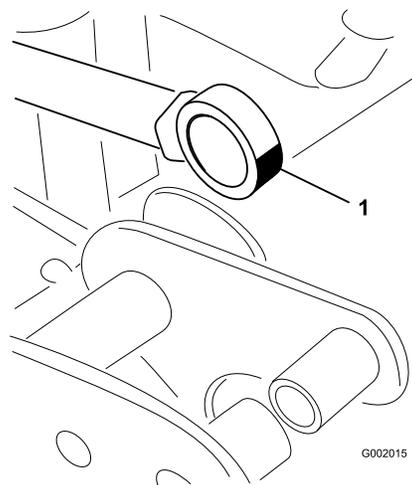

Figura 38
5. Manipolate il lato cuscinetto dell'asta dell'attuatore ed inserite il grasso nel cuscinetto (Figura 38).